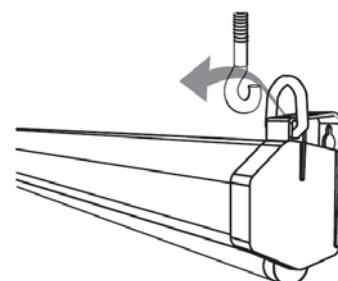

Рис. 2
- крепление на потолок: для монтажа экрана на потолок в конструкции предусмотрены 2 монтажных кольца, которые следует зацепить за монтажные крюки (не входят в комплект поставки), как показано на Рис.2. Расстояние между крюками, установленными на потолке должно равняться расстоянию между монтажными кольцами экрана. Для монтажа экранов, отмеченных в таблице \*, см. Рис 3.